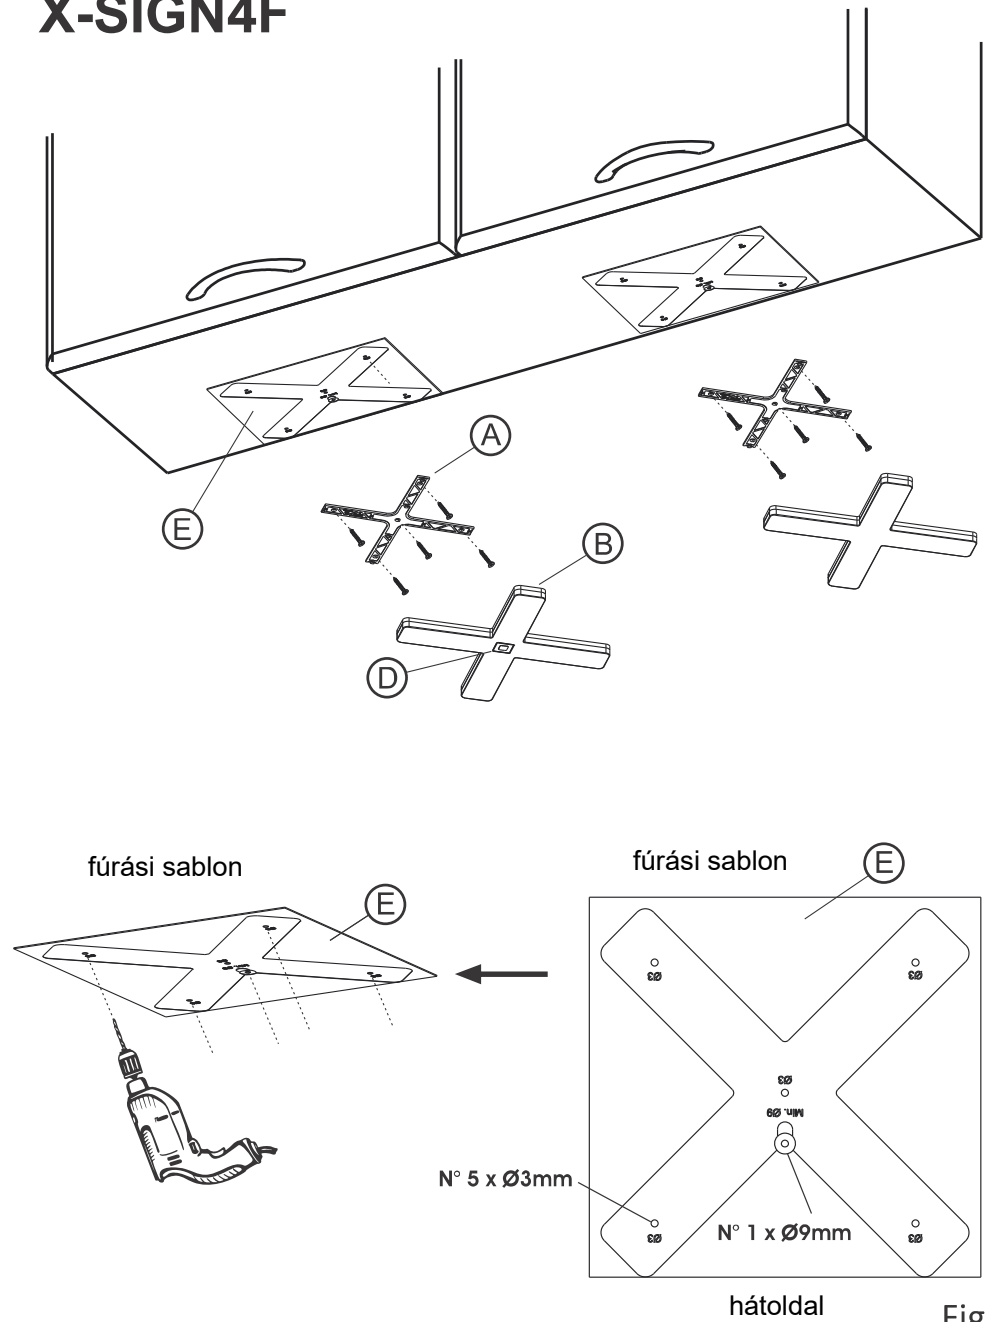
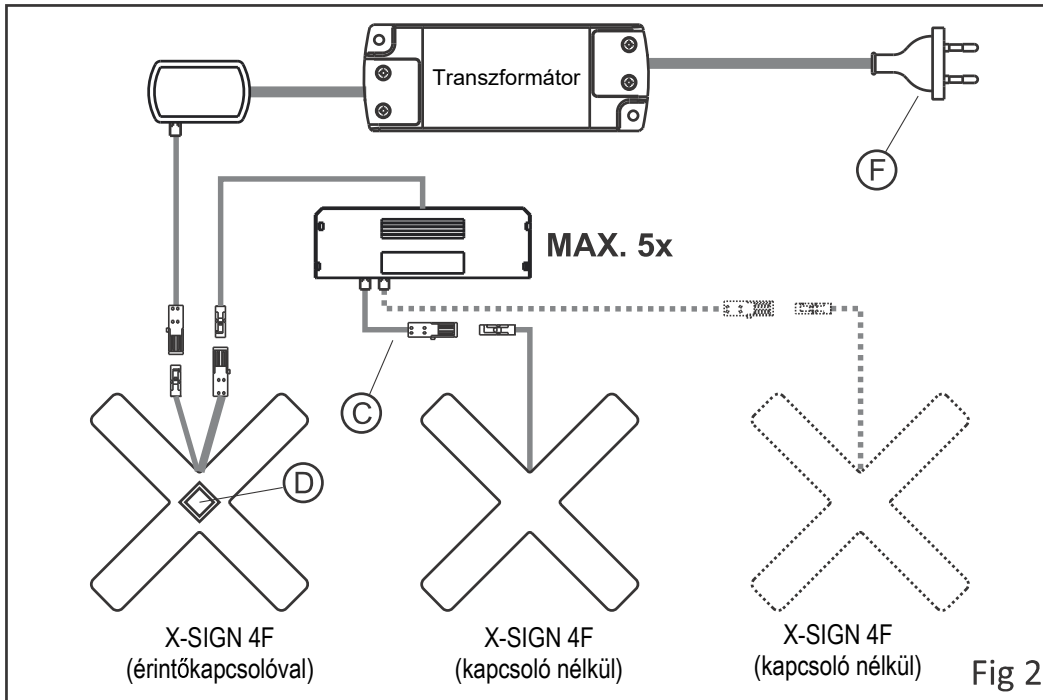

Fig 1
Fig 2
- Használja a fúrési sablont (E) a készülék megfelelő pozícionálásához
- Helyezze a sablont a felső szekrényelem hátsó éléhez és fúrja ki a jelzett furatokat: 5×Ø3mm + 1×Ø9mm lyukat a kábelkivezetéshez. Lásd: Fig 1.
- Rögzítse a keretet (A) a csomagban található csavarokkal
- Csatlakoztassa a lámpákat és a transzformátort (Fig. 2,3,4,5), használja a toldó kábelt (C) ha szükséges.
- Csatlakoztassa a transzformátor villásdugóját (F) az elektromos hálózatra (230V 50/60Hz).